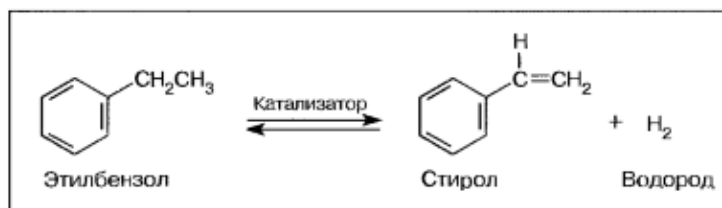

Рис. 8.4. Дегидрирование этилбензола с образованием стирола
Практически весь стирол (на данный момент, около 90%) получают дегидрированием ЭБ, т.е. удалением двух атомов водорода от этильной группы, присоединенной к бензольному кольцу (рис. 8.4). Данный процесс аналогичен процессу получения олефинов (см. рис. 5.7) — дегидрирование осуществляется в результате смешивания сырья с водяным паром и последующего пиролиза. Однако количество продуктов крекинга в этом случае более ограничено, в первую очередь, из-за использования катализатора — оксида железа.
1. Он снижает давление, при котором проходит реакция. Смесь ЭБ и пара, скажем, при 1300°F (700°C) может находиться при более низком давлении, чем чистый ЭБ при той же температуре. «Ну и что?» — спросите вы. А вот что. Химическая реакция крекинга ЭБ с образованием стирола и водорода *обратима* — стирол легко гидрируется и снова превращается в ЭБ. Какая из двух реакций будет преобладать (в некоторой степени они обе идут в любом случае), зависит от рабочих условий. В данном случае повышение давления будет способствовать образованию ЭБ, так как ЭБ занимает меньший объем, чем соответствующее количество стирола и водорода. Напротив, низкое давление благоприятно для образования стирола. Логика проста: пар, смешанный с ЭБ, дает возможность проводить отщепление водорода при более низком давлении и, таким образом, позволяет стиrolу сохраниться в неизменном виде. (Возможно, вы заметили, что в уравнении реакции, приведенном на рис. 8.4, изображены стрелки в обоих направлениях. Это и есть химическое обозначение обратимости реакции.)